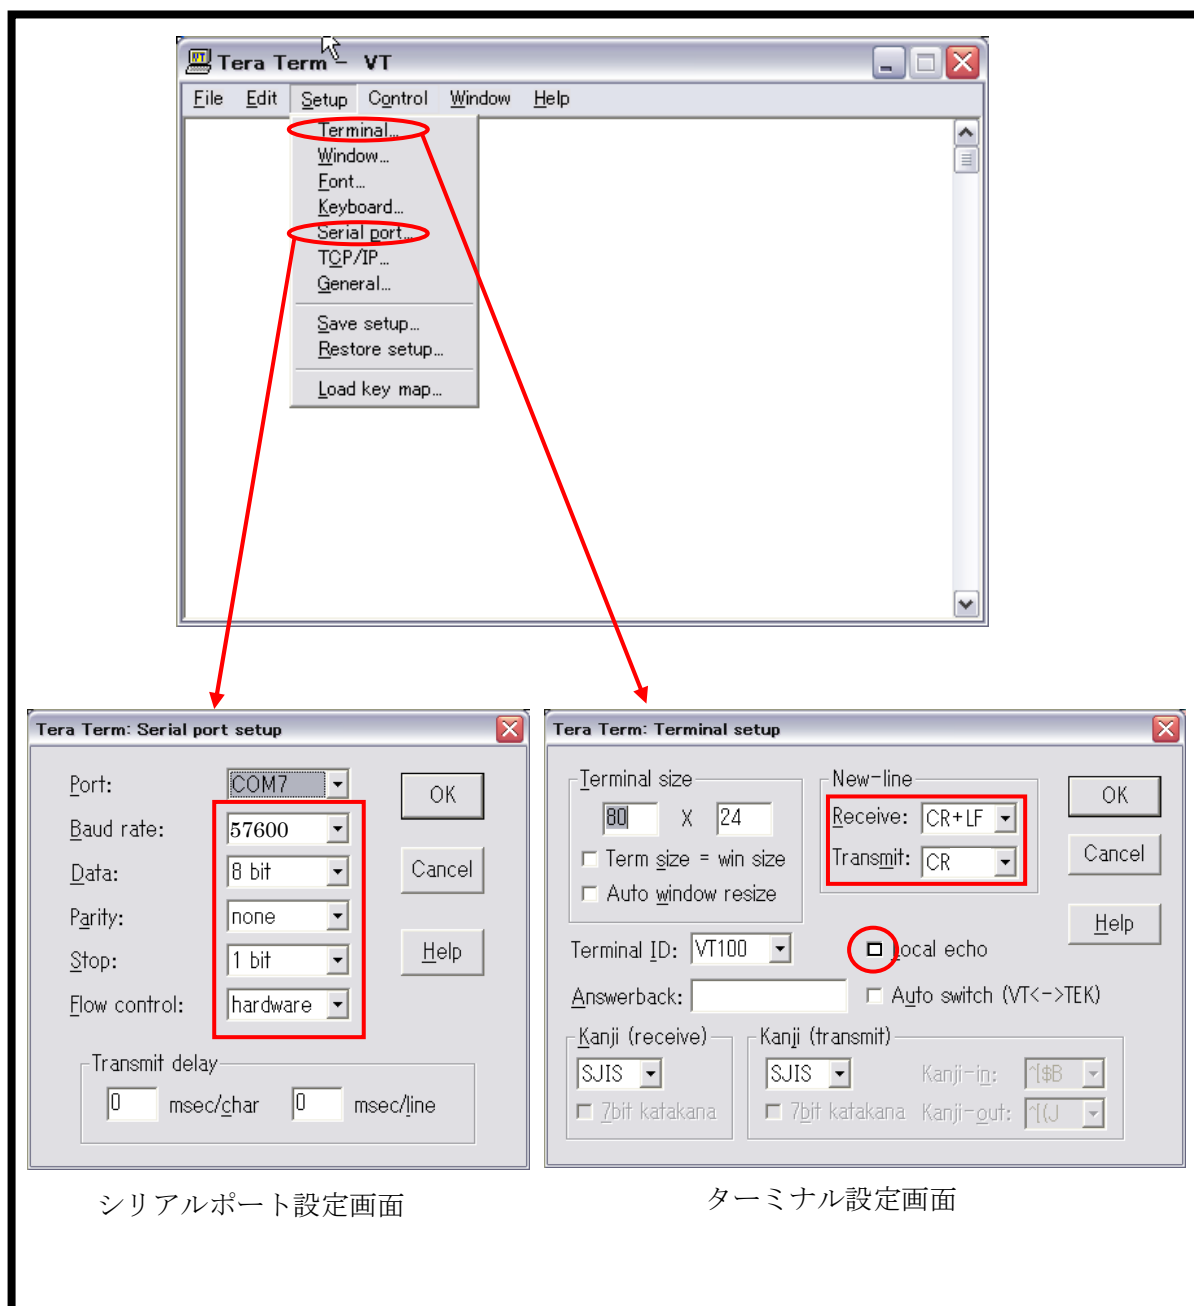

図 4 Tera Term 通信設定
- ⑥ “Serial”を選択し、“Port:”コンボボックスで使用する COM ポートを選択してください。
- ⑦ 起動後、“Setup”メニュー => “Serial port...”を選択し図 4 を参考に設定を変更し OK ボタンを押してください。
- ⑧ “Setup”メニュー => “Terminal...”を選択し図 4 を参考に設定を変更し”OK”ボタンを押してください。